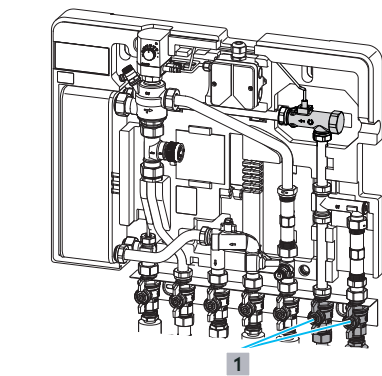

Fig. 3: Démontage/Montage du capteur de débit
1 Fermer les 2 robinets à tournant sphérique repérés (voir Fig. 3 (1)) situés sur le bloc de raccordement avec robinets à tournant sphérique.